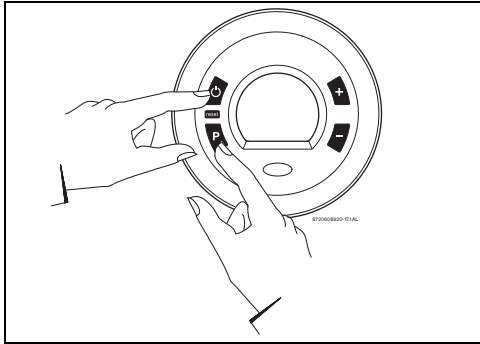

Fig. 45 Modo de ajuste de gas
- ▶ Mantener pulsada la tecla de programación y pulsar el interruptor principal ON/OFF para conectar el aparato (Fig.45).